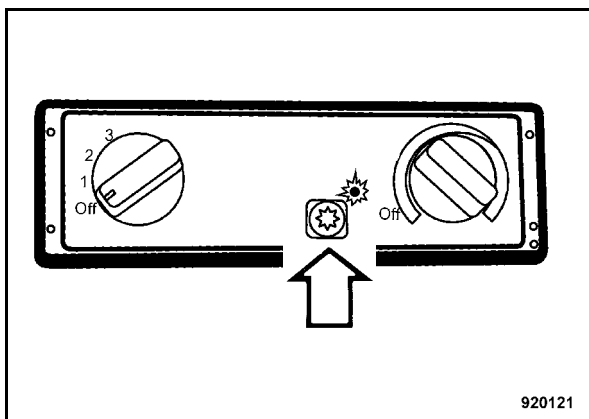

Fig. 137
- Conectar el sistema de aire acondicionado (Fig. 137).